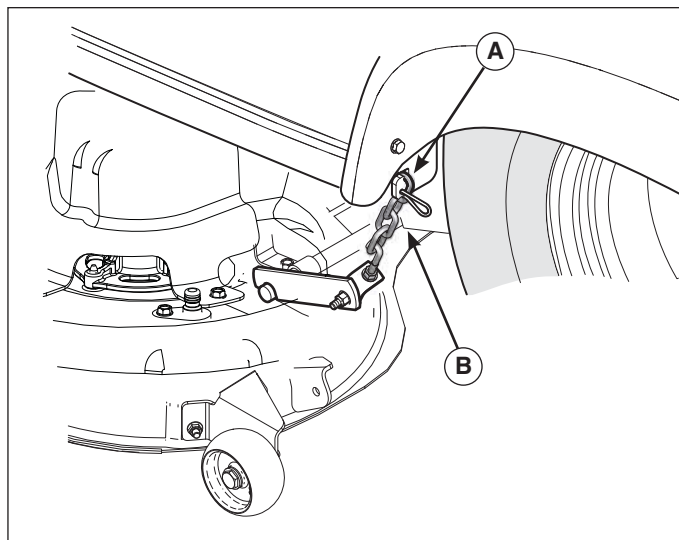

Figura 19
6. Quite el pasador de chaveta (A, Figura 19) y la cadena de elevación (B) del gancho en el marco del tractor. Repita en el otro lado.
5. Instale la cadena de elevación (E, Figura 19) en el gancho en el marco del tractor y asegure con el pasador de chaveta (D). Repita en el otro lado.